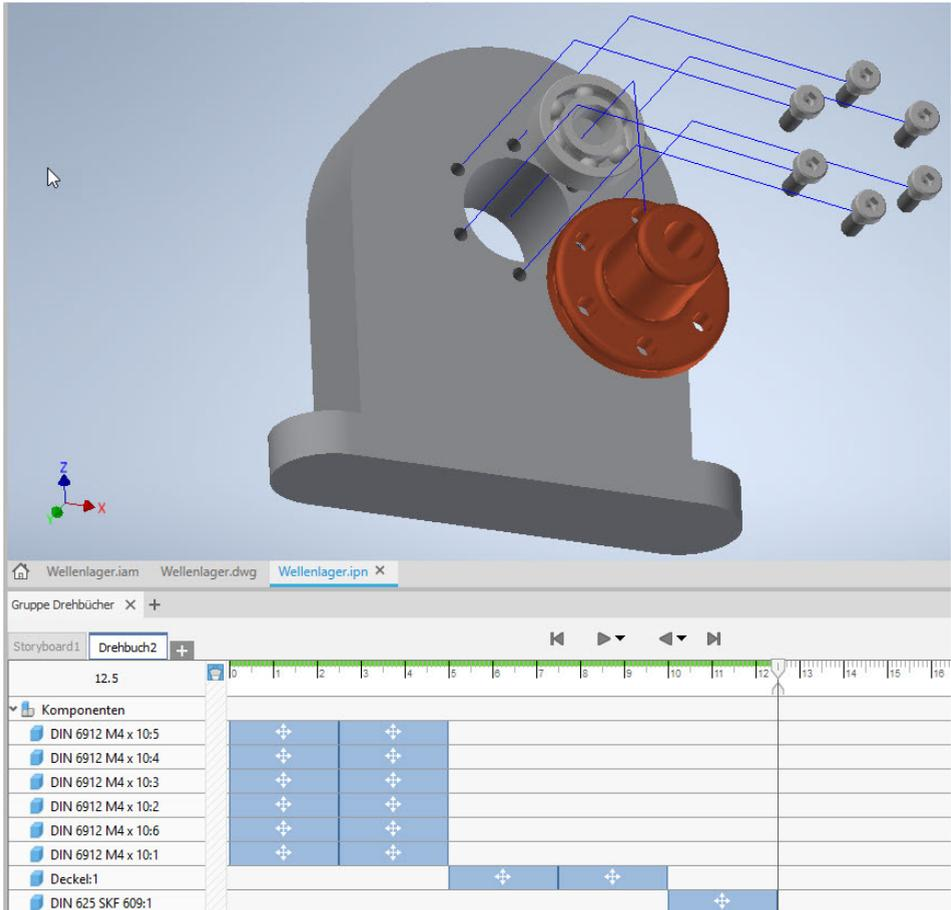
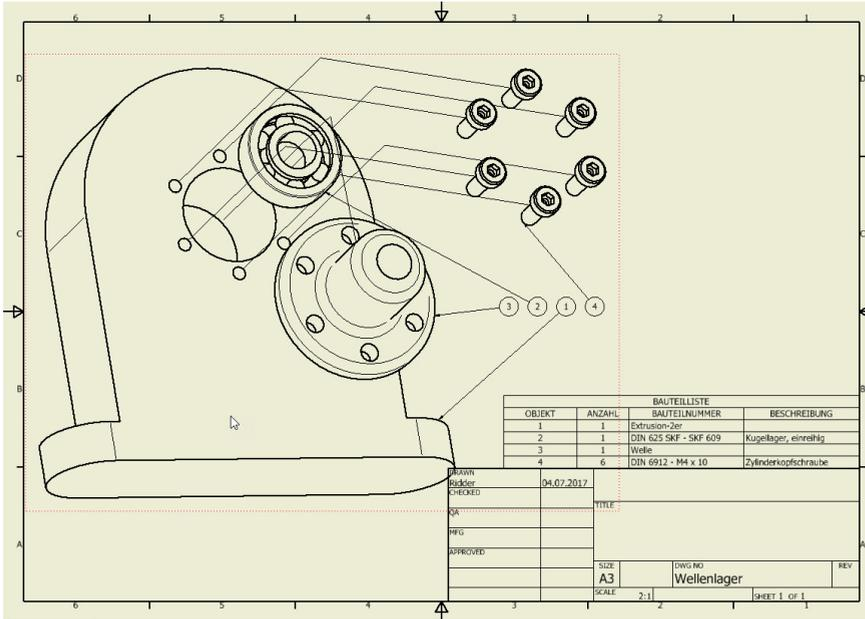

Abb. 1.5: Präsentation mit Animationspfaden und Drehbuch (unten)
Abb. 1.6: Zeichnung der Explosionsansicht mit Positionsnummern und Stückliste
- Die Explosionsdarstellung entsteht in einer \*.ipn-Datei. Die Endung steht für »*Inventor-Presentation*«, kurz IPN (Abbildung 1.5). Auch aus einer Präsentation kann eine Zeichnung erstellt werden (Abbildung 1.6).